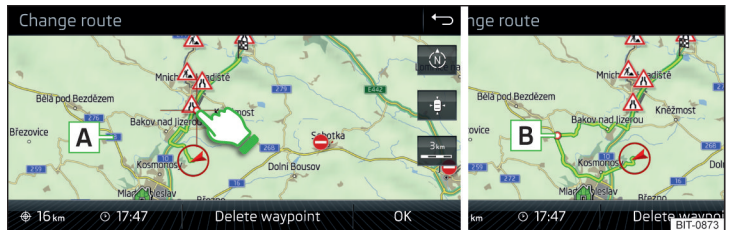

Abb. 243 Routenänderung in der Karte / Routendurchfahrtspunkt
- ▶ Den Bildschirm im Routenbereich berühren und den Kreuzpunkt auf die gewünschte Stelle in der Karte (z. B. **A**) » Abb. 243) verschieben.
Der Durchfahrtspunkt **B** » Abb. 243 wird in die Route eingefügt.